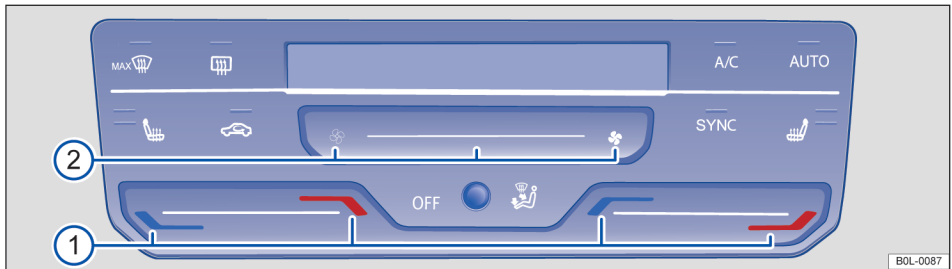

图 75 中控台上部：全自动空调系统操作机构
- 点击空调操作面板中的按钮  → 图 75。
- 或：点击左侧鼓风机调节功能按钮  → 图 75 ，直至控制面板上方的显示屏出现 OFF 字样。
- 点击温度调节按键 → 图 75①, 以调节驾驶员和前排乘员侧温度。
- 点击鼓风机调节按键 → 图 75②。
- 点击按键  → 图 75。